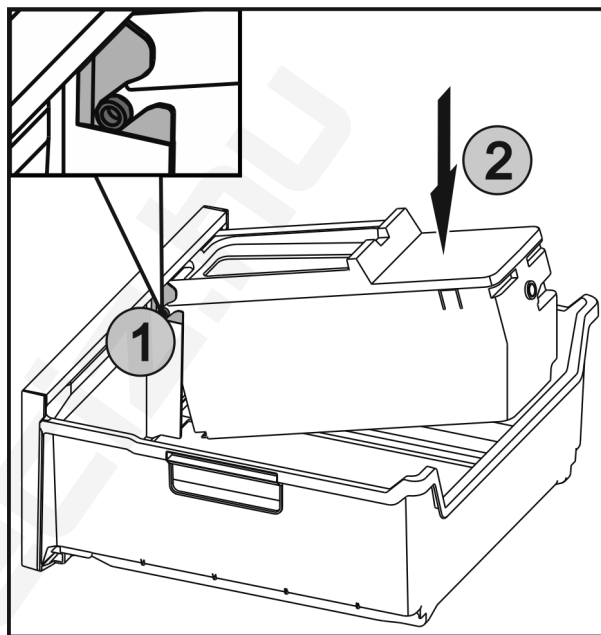

Fig. 70
- Csúsztassa be az Fig. 70 (1) EasyTwist-Ice tengelyeit a vezetésekbe, és nyomja meg a hátsó oldalt Fig. 70 (2), hogy a fül bepattanjon.